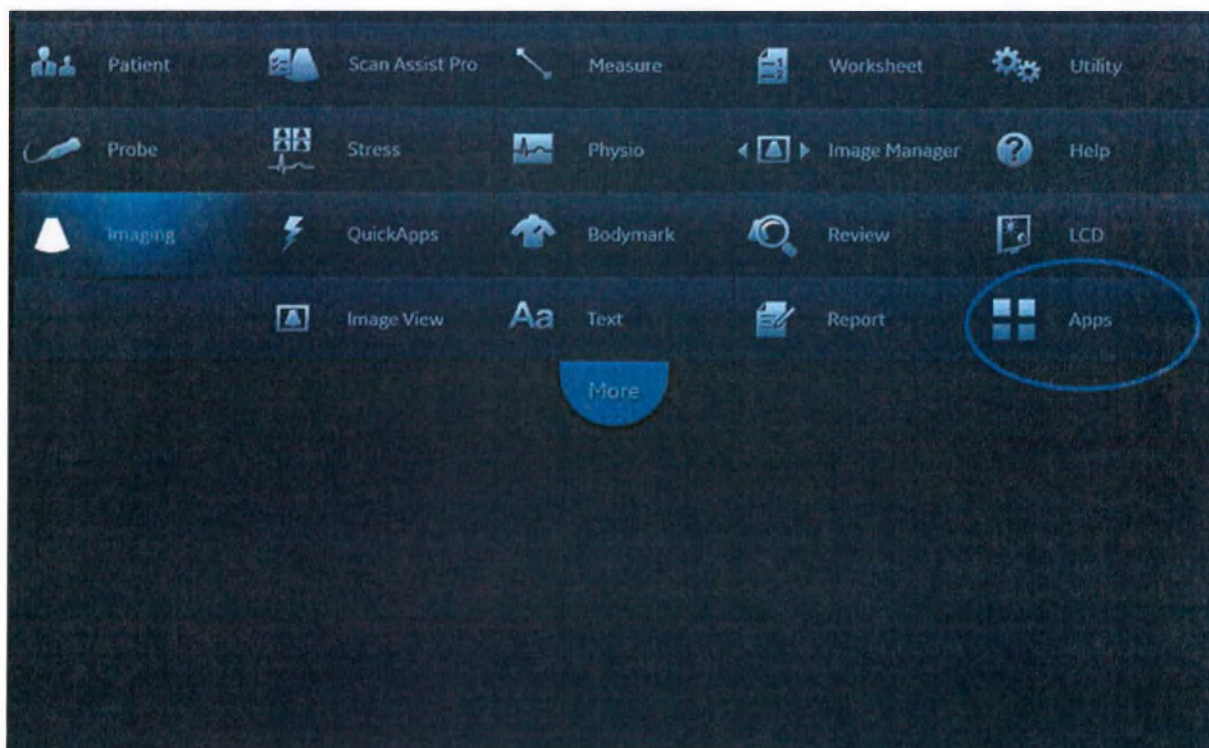

Рис. 8-96. Доступ к панели запуска
1. Нажмите последовательно **More -> Apps** (Далее -> Приложения) на сенсорной панели (см. Рис. 8-96).